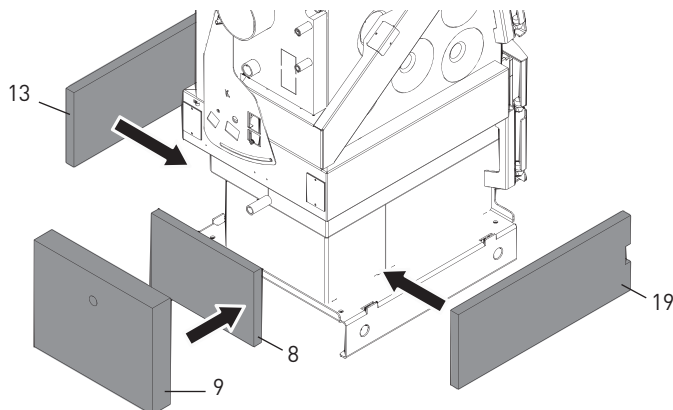

Fig. 5 Installazione parti isolamento inferiore destra, sinistra e posteriore.
- Isolamento inferiore (parti 8, 9, 13 e 19): montaggio – Fig. 5.